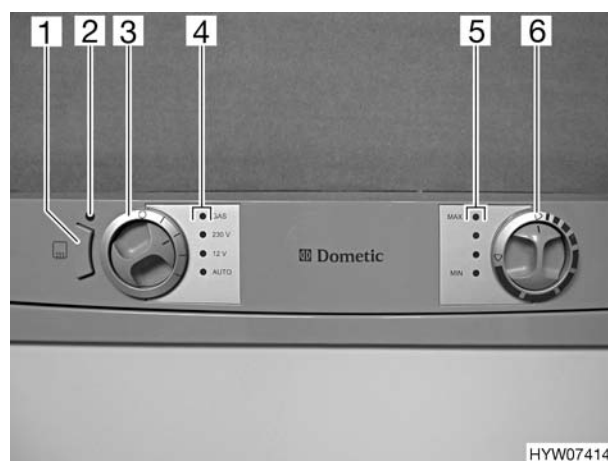

Fig. 166 Elementi di comando del frigorifero
In caso di guasto del funzionamento a gas, la luce spia "GAS" (Fig. 166,2) diventa rossa e lampeggia.
Nel caso di temperature esterne ed umidità dell'aria elevate è possibile che si formino gocce d'acqua sul telaio in metallo del vano congelatore. Per questo motivo il frigorifero è dotato di un riscaldamento nel telaio per il vano congelatore. Nel caso di temperature e umidità dell'aria elevate, accendere il riscaldamento del telaio con il tasto (Fig. 166,1). È possibile così evitare fenomeni di corrosione. Quando il riscaldamento del telaio è acceso, la luce spia è accesa (Fig. 166,2).
Se l'alimentazione a 230 V non è allacciata e il motore del veicolo è spento, il sistema AES seleziona il rifornimento di gas. Selezionando il funzionamento a gas, il dispositivo di sicurezza si apre automaticamente, così che il gas possa fluire al bruciatore. Contemporaneamente si inserisce l'accenditore elettronico. Se la fiamma del gas si spegne, p. es. a causa di un colpo di vento, l'accenditore viene subito azionato riaccendendo il gas. In caso di guasto del funzionamento a gas, la luce spia "GAS" (Fig. 166,4) diventa rossa e lampeggia
- Nelle aree di servizio è vietato l'uso di impianti a fiamma viva. Nel caso in cui la sosta duri più di 15 minuti, il frigorifero deve essere spento tramite il selettore di energia (Fig. 166,3).
Dopo l'accensione il frigorifero seleziona automaticamente la regolazione intermedia del termostato. Questa regolazione può essere modificata manualmente tramite il pomello girevole (Fig. 166,6). Le luci spia (Fig. 166,5) indicano la temperatura selezionata sul termostato. Con il pomello girevole viene regolata la temperatura di refrigerazione per tutti i tre tipi di funzionamento. Ci vogliono alcune ore prima che il frigorifero raggiunga la temperatura normale di esercizio. Cambiando la modalità di funzionamento la regolazione del termostato non viene modificata. La temperatura di raffreddamento è indipendente dal tipo di energia utilizzata.
- Con il selettore di energia (Fig. 166,3) selezionare il tipo di energia utilizzata. La luce spia relativa (Fig. 166,4) diventa verde.
- Regolare la temperatura di refrigerazione con il pomello girevole (Fig. 166,6). Le luci spia (Fig. 166,5) indicano la temperatura selezionata sul termostato.
In caso di guasto del funzionamento a gas, la luce spia "GAS" (Fig. 166,4) diventa rossa e lampeggia.
- Girare il selettore di energia (Fig. 166,3) su "O". Tutte le luci spia (Fig. 166,4) sono spente.